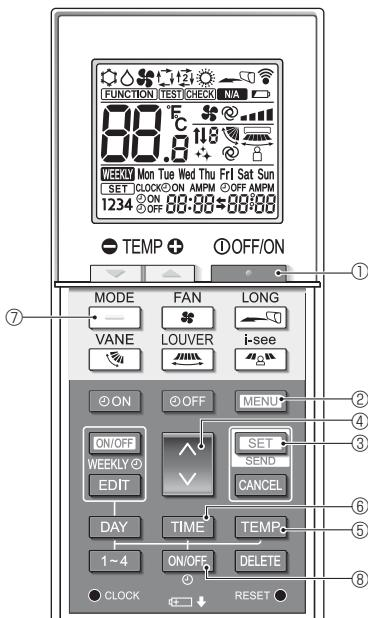

Fig. 4-10
L'écran Réglage des fonctions s'affiche et le n° de la fonction Ⓐ clignote. (Fig. 4-10)
- Appuyez sur la touche **SET** ③.
• Le n° de fonction Ⓐ clignote. (Fig. 4-10)